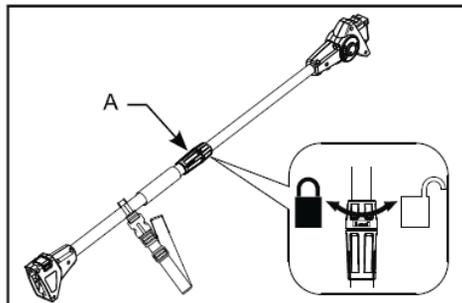

Рис. 45
1. Поверните фиксатор штанги (A) против часовой стрелки для разблокировки.(Рис. 45)
3. Поверните фиксатор штанги (A) для фиксации.